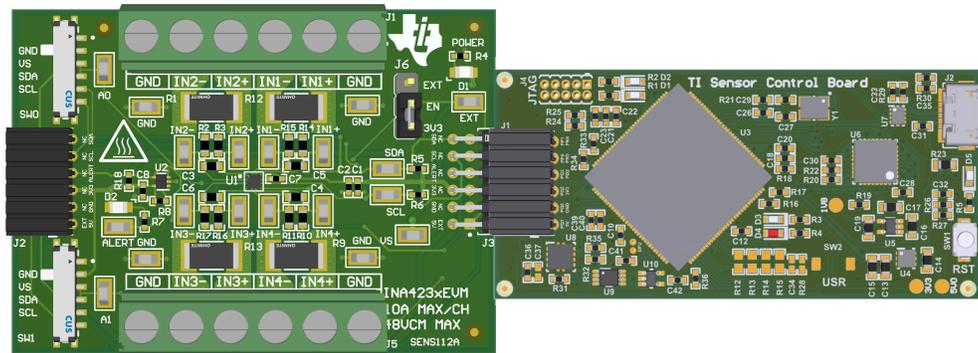

図 2-1. SCB コントローラ (右) に接続された評価基板 (左)
3. 図 2-1 に示すように、評価基板を SCB コントローラに接続します。
この評価基板を SCB コントローラ (別売り) と組み合わせて使用するには、図 2-1 に示すように評価基板を接続します。